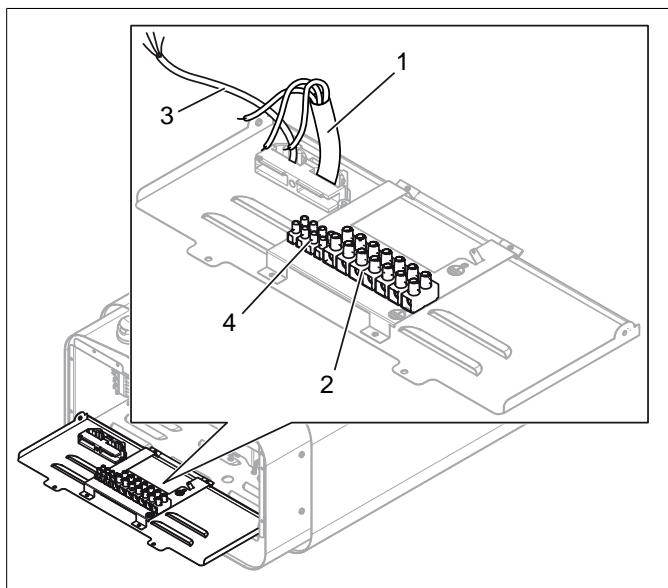
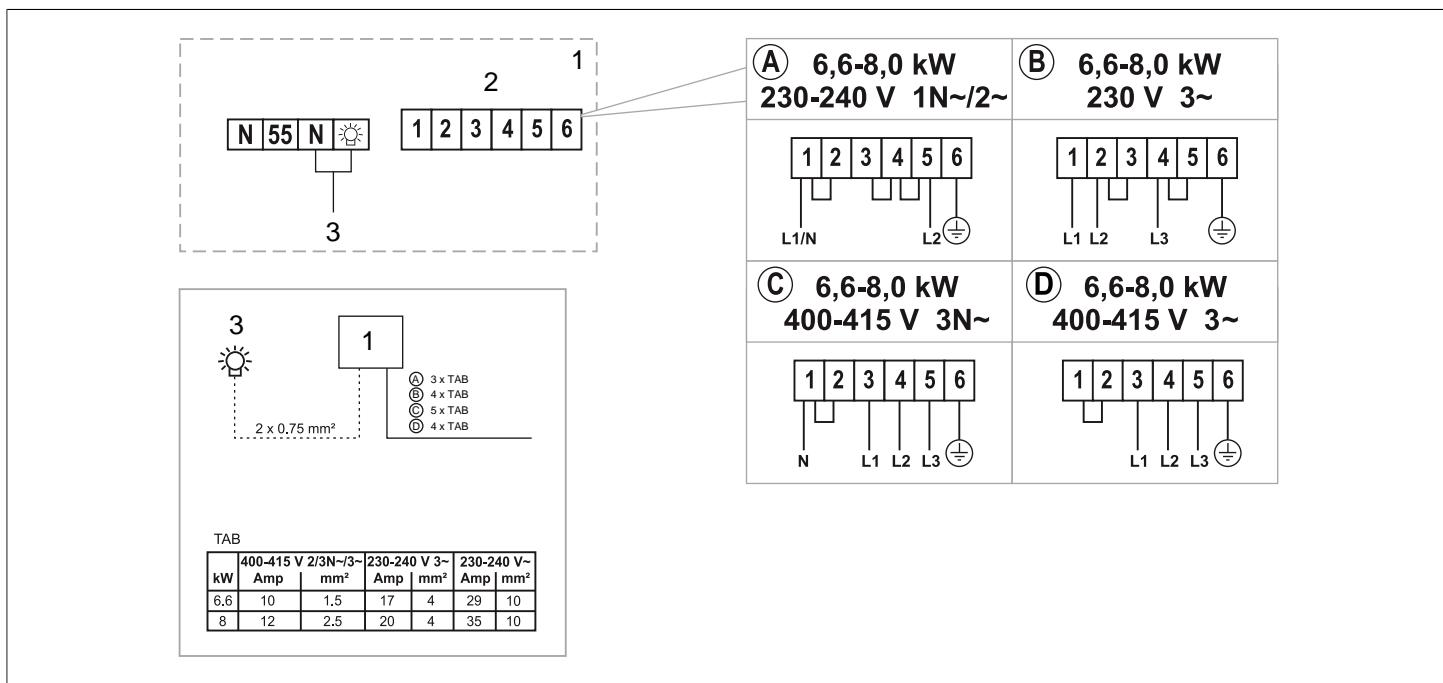

Рисунок 6: Монтажная плата
Рисунок 12: Схема соединений
Подключите провод (1) к соединению (2) (см. **Рисунок 6**, страница 4) согласно схеме соединений (см. Раздел **Подключение/Схема соединений**, страница 6).
5. Подключите провод к соединению (3) см. **Рисунок 6**, страница 4 к клеммнику (4) согласно схеме соединений **Рисунок 12**, страница 6.
При подключении к источникам напряжения или при ином числе фаз (если это не указано в **Рисунок 12**, страница 6 свяжитесь с технической службой Tylo.